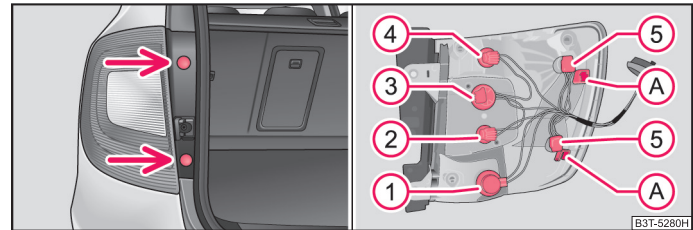

Fig. 221 Demontarea unității de iluminare din spate (Combi)
- Scoateți dopurile ⇒ pagina 239, fig. 221 - stânga și desurubați, cu o cheie Torx, unitatea de iluminare din spate¹⁹⁾.
- Pentru remontare, așezați unitatea de iluminare cu orificiile (A) în poziții din caroserie.
Poziția de montare a becurilor ⇒ pagina 239, fig. 221.